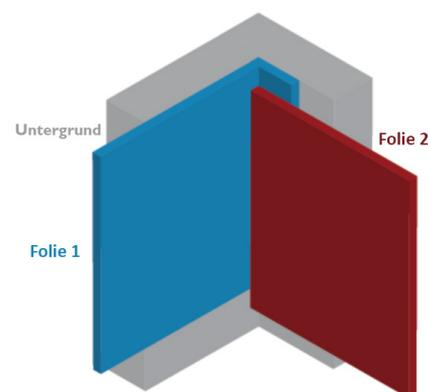

Abbildung 02
- › Verklebung in einer Ecke (Abb. 02): Es ist auf der ersten Mauer zu verkleben, dabei ist die Folie auf der dazu im rechten Winkel stehenden Mauer um 2 cm bis 3 cm zu überlappen (Folie 1). Dann hat die Verklebung auf der zweiten Mauer zu erfolgen (Folie 2), wobei die Folie bis zur Kante reichen muss.